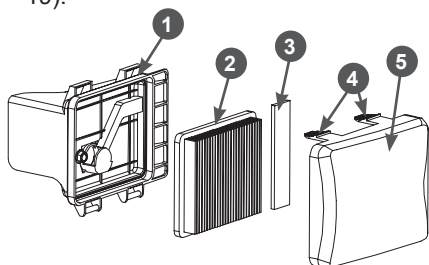

Рис. 19 Обслуживание воздушного фильтра
1. Нажмите на фиксаторы 4 и снимите крышку 5 воздушного фильтра (Рис. 19).
2. Извлеките бумажный фильтрующий элемент 2 и поролоновый фильтрующий элемент 3 (Рис. 19).
6. Произведите очистку крышки 5 воздушного фильтра и корпуса 1, не допуская попадания пыли и грязи в воздуховод, ведущий к карбюратору (Рис. 19).